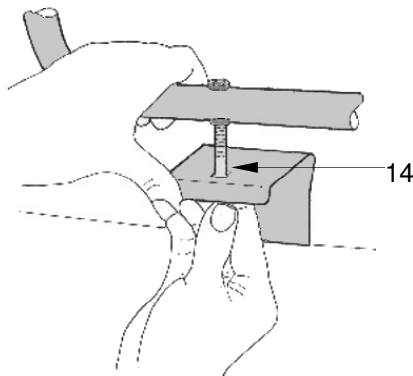

Abb. 5.1.
4. Befestigen Sie die Gummiformteile (24) an den unteren Montageelementen. Bei einigen Montageelementen wurden bereits werkseitig Lackschutzfolien eingeklebt, die keinesfalls entfernt werden dürfen (die Form kann von den abgebildeten Winkeln abweichen).
5. Hängen Sie die Elemente in die leicht geöffnete Heckklappe ein siehe Abb. 5.1